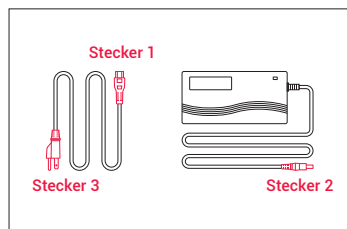

Abbildung 1
**Schritt 2:** Bauen Sie das Ladegerät wie in Abbildung 1 dargestellt zusammen, indem Sie den Stecker (Stecker 1) in den Transformator einsetzen.